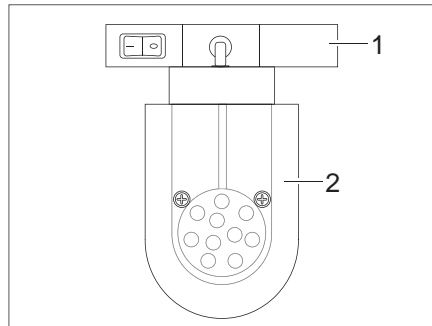

Bild 57 LED-Spotleuchte (Beispiel)
- Halterung (Bild 57,1) fassen und um 90° drehen.
- LED-Spotleuchte (Bild 57,2) aus Schienensystem entnehmen.
- LED-Spotleuchte (Bild 57,2) an gewünschter Position in das Schienensystem einsetzen und um 90° drehen.